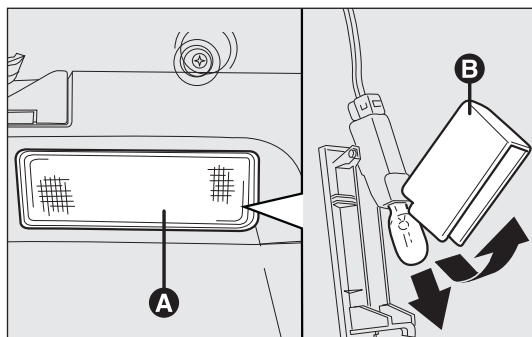

fig. 180
PLAFÓN DEL MALETERO fig. 180
- ☐ retire el plafón A-fig. 180 haciendo palanca en el punto indicado por la flecha.